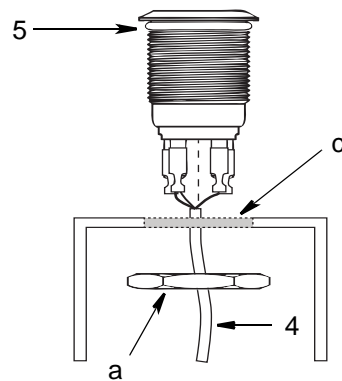

FIG. 2
4. Pour les installations de sortie manuelle à distance lumineuse, connecter l'extrémité du faisceau de câble (4) à l'emplacement du connecteur sur la pompe G3 identifiée avec le symbole à droite. (Consulter le schéma de câblage, page 4.)
5. Faire passer et sécuriser le faisceau de câblage (4) de l'emplacement l'installation G3. Enlever l'excédant de la longueur du câble à partir du faisceau de câbles (4).
6. Bande d'environ 1 pouce (2,54 cm) de l'enveloppe du harnais et 1/4 pouces (0,63 cm) du conducteur de retour. Installer les connecteurs rapides (2) aux câbles (4) en utilisant un connecteur à sertir.
7. Insérer l'extrémité des câbles (4) du côté arrière du panneau ou de la plaque, à travers le contre-écrou (a) et à travers le trou dans le panneau ou la plaque (c) (FIG. 2). (Noter l'emplacement du joint torique (5) pour une installation correcte.)